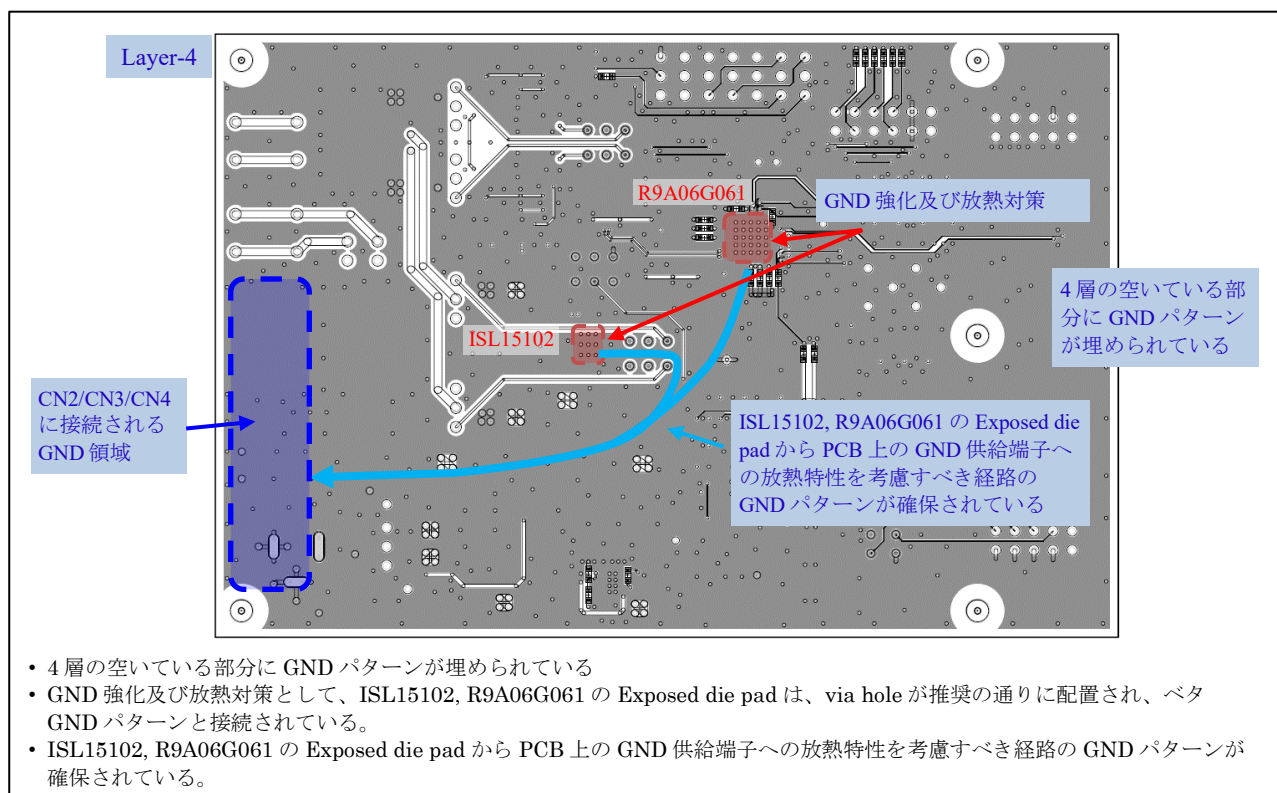

Figure 5-5 R9A06G061 と ISL15102 の Exposed die pad と GND パターンの接続例 (4 層)
- 4 層では、GND パターンが放熱設計において特に重要になります。より放熱性能を高める為、GND パターンの領域を広くとり、R9A06G061, ISL15102 の Exposed die pad を GND パターンと接続してください。そして、ISL15102 の Exposed die pad と PCB 上の GND 供給端子への経路内に障害物が無いように極力スムーズに接続してください。(4 層の接続例を Figure 5-5 に示します)